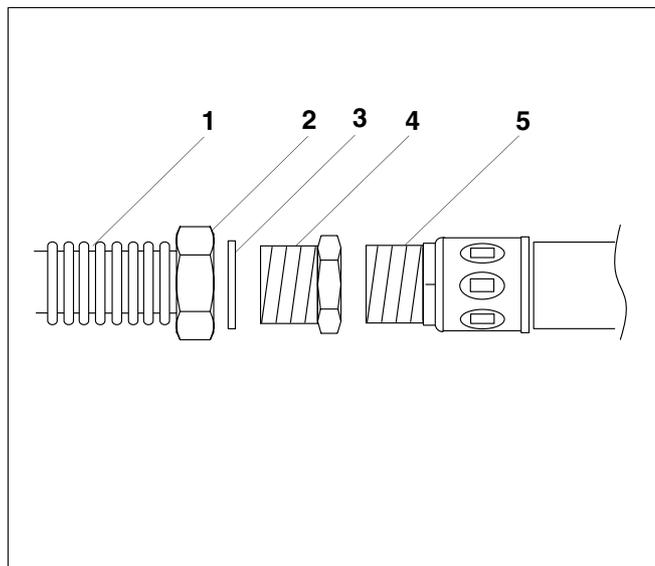

Fig. 8 Raccordement du flexible en inox au préparateur à l'aide des raccords R^{3/4}
- Vissez l'embout de réduction Rp^{3/4} × R1 (fig. 8, **pos. 4**) sur le raccordement du préparateur R^{3/4} (fig. 8, **pos. 5**) pour relier le préparateur à la station complète.
- Placez le joint (fig. 8, **pos. 3**) dans l'écrou-raccord pré-monté Rp1 (fig. 8, **pos. 2**).
- Vissez l'écrou-raccord pré-monté Rp1 (fig. 8, **pos. 2**) du flexible en inox sur le filetage R1 de l'embout de réduction Rp^{3/4} × R1 (fig. 8, **pos. 4**).